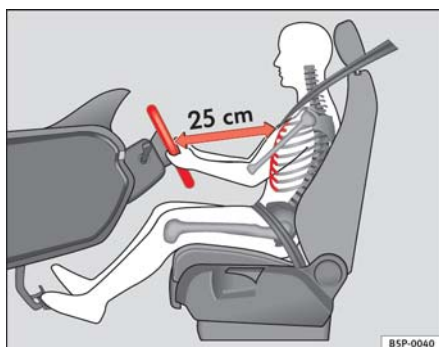

Fig. 1 Distancia correcta entre el conductor y el volante
- Ajuste el volante de modo que quede una distancia mínima de 25 cm entre el volante y el tórax ⇒ **fig. 1**.
- Coloque el asiento del conductor de forma que quede una distancia mínima de 25 cm entre el tórax y el centro del volante ⇒ página 9, fig. 1. Si la distancia es inferior a los 25 cm, el sistema de airbags no puede protegerle correctamente.